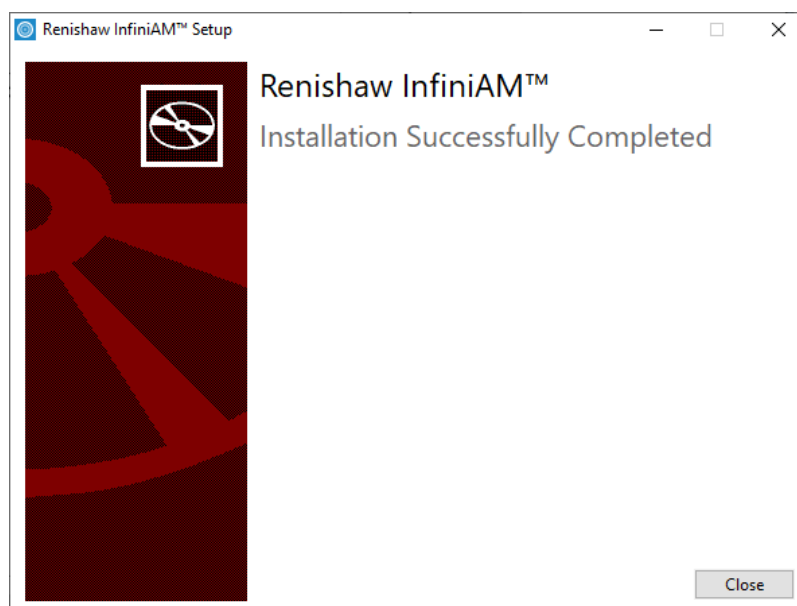

Figura 57 Finestra di dialogo visualizzata al termine dell'installazione
10. Selezionare “Close” (Chiudi) vedere Figura 57).